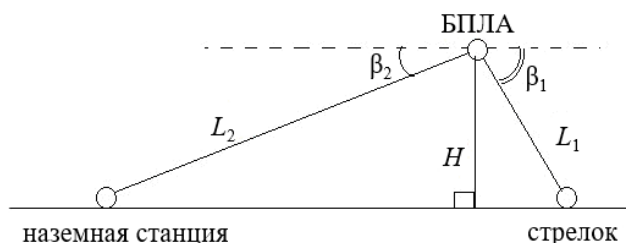

Рис. 1. Схема движения БПЛА
Пусть БПЛА движется горизонтально со скоростью $v = 5$ м/с на высоте $H = 50$ м над плоской горизонтальной поверхностью земли, на которой расположены стрелок с антидроновым ружьем и наземная станция (рис. 1). Стрелок расположен на расстоянии $L_1 = 200$ м от БПЛА, а наземная станция — на расстоянии $L_2 = 2$ км. На рис. 1 показан вид сбоку, однако необходимо иметь в виду, что при виде сверху стрелок, наземная станция и БПЛА не обязательно все время находятся на одной прямой.
- 2) Антидроновое ружье излучает мощность помех $P_1 = 10$ Вт на частоте модема БПЛА в конус с углом при вершине равным $\beta = 0,1$ рад (не показан на рис. 1). Наземная станция излучает сигнал управления мощностью $P_2 = 100$ Вт по всем направлениям в верхнюю полусферу. Наземная станция, стрелок и БПЛА находятся в данный момент в одной вертикальной плоскости. Проведем через БПЛА горизонтальную прямую в данной плоскости. Считая, что чувствительность антенны беспилотника прямо пропорциональна квадрату синуса угла между этой прямой и направлением приема и пренебрегая мощностью собственного шума в цепях управления, определить отношение сигнал/шум по мощности на приемной антенне в данный момент. Выразить его в децибелах (дБ).